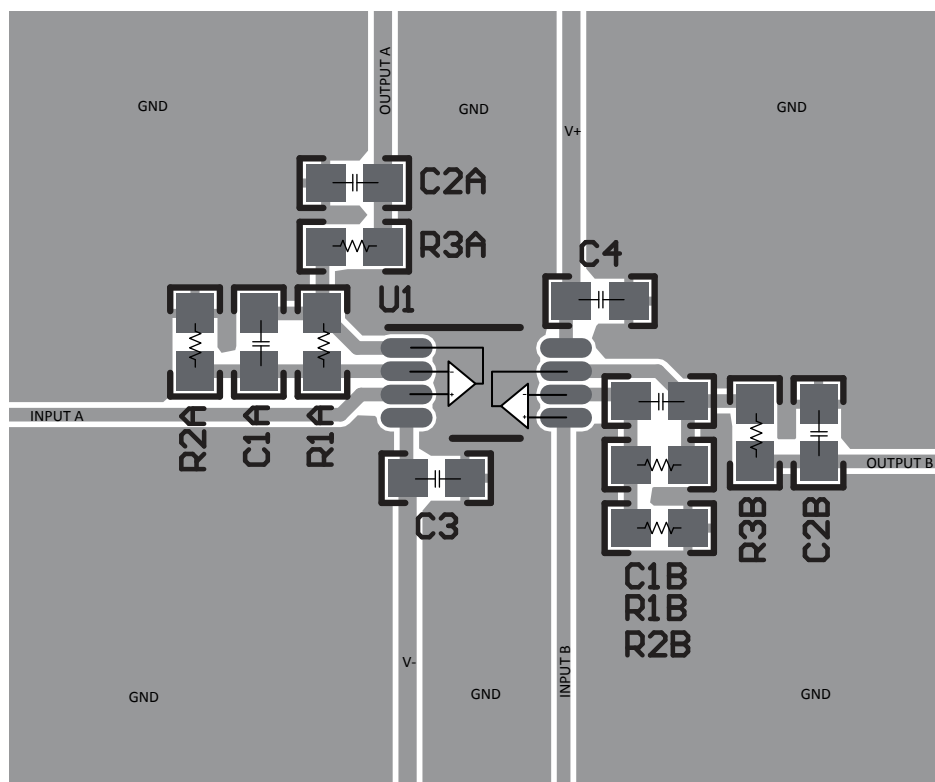

図 7-5. TLV9142 のレイアウト例
- 外付け部品は、可能な限りデバイスに近く配置します。図 7-5 に示すように、寄生容量を最小限に抑えるため、RF と RG は反転入力の上に配置します。